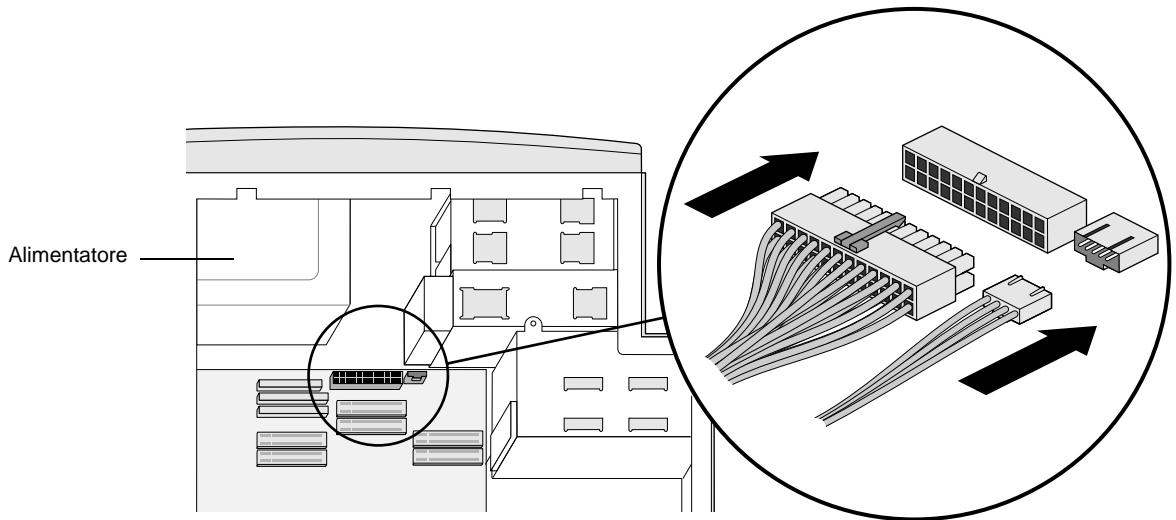

Figura 7-7 Collegamento dei cavi di alimentazione alla scheda di sistema
6. Ricollegare i due cavi alla scheda di sistema, come illustrato nella Figura 7-7. I connettori di questi cavi si trovano sotto all'alimentatore e sopra al gruppo centrale di moduli DIMM.